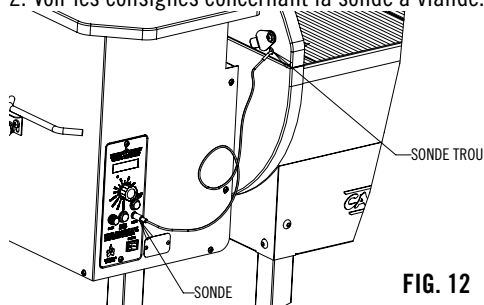

FIG. 12
1. Brancher la sonde à viande dans son réceptacle du panneau de commande. Faire passer la sonde avec son fil à travers le trou d'accès prévu à cet effet sur le côté du barbecue. Voir la Fig 12.